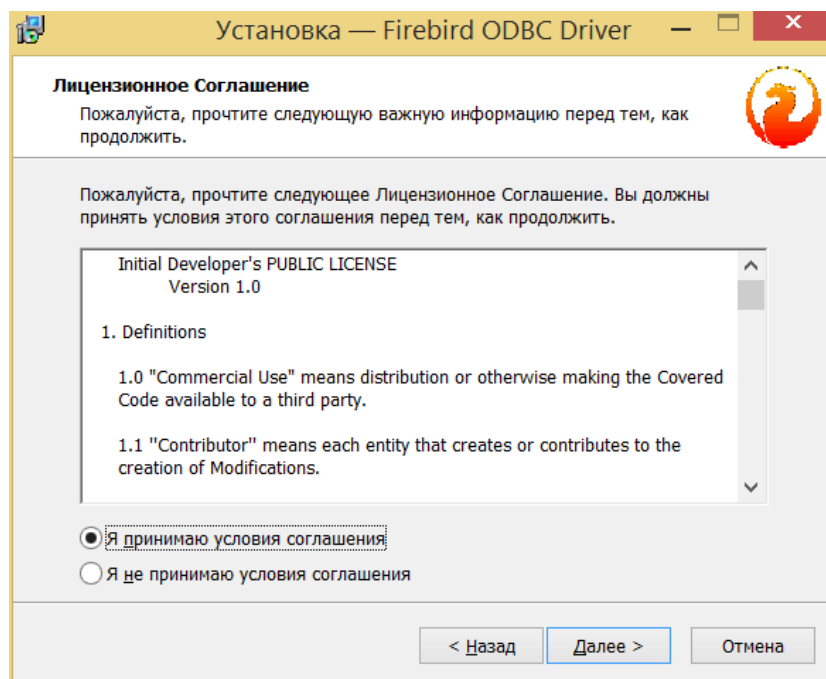

Рисунок 2 – Окно лицензионного соглашения
3.2 Далее во всех окнах следовать установкам по умолчанию. При появлении окон, предлагающих принять условия лицензионного соглашения, его необходимо принять (рисунок 2). В случае, если в качестве СУБД используется MS SQL Server, установку СУБД Firebird возможно пропустить, нажав кнопку «Отмена» (рисунок 2). Установка СУБД MS SQL Server производится в соответствии с руководством по SQL Server, публикуемом на сайте docs.microsoft.com.